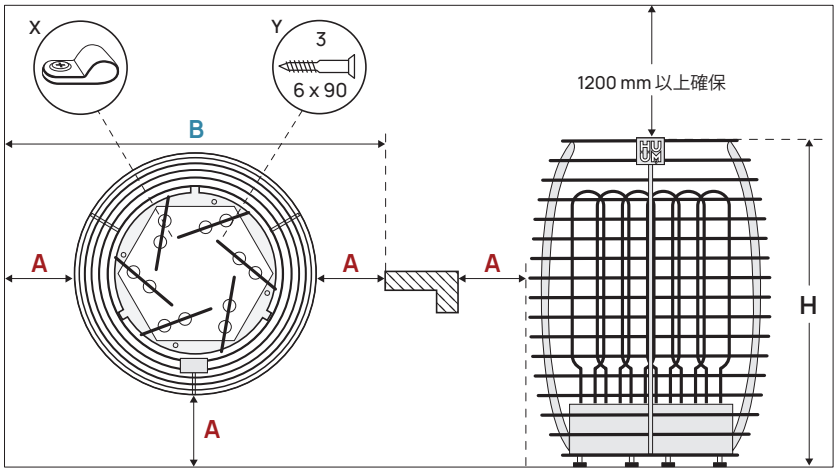

図1 サウナヒーターの設置位置
- サウナヒーターの設置場所には、離隔距離が確保されていますか?サウナヒーター設置の際の、サウナ室の天井および壁との離隔距離については、表1、**図1**をご参照をご参照ください。
- 表1**、**図1**で、サウナヒーターとサウナ室の天井および壁との間の離隔距離をご確認ください。